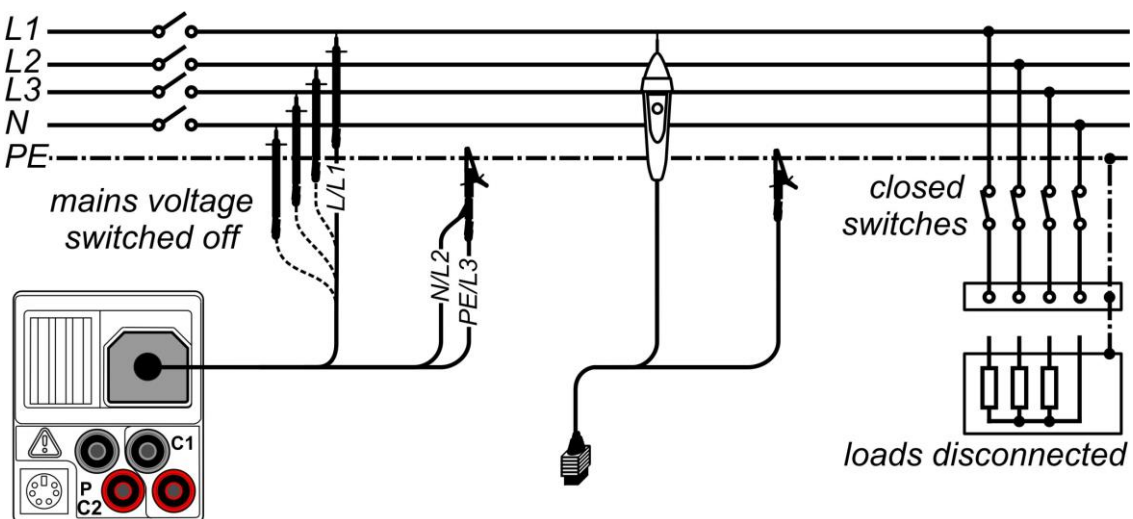

Abbildung 5.6: Anschlüsse für die Isolationsmessung
- **Schließen** Sie die Prüflleitung am Prüfgerät sowie am Prüfling an (siehe Abbildung 5.6)